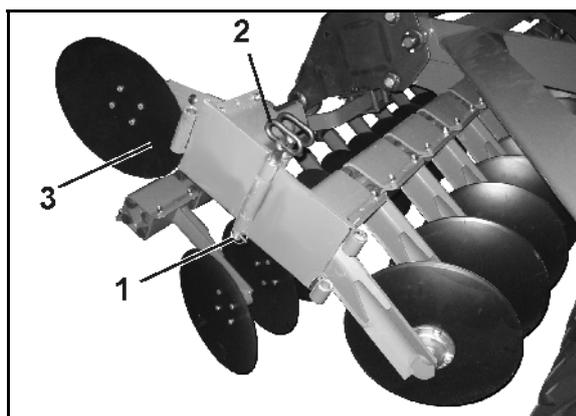

Fig. 50
- 2.1 Desserrer la goupille d'arrêt (Fig. 50/1).
- 2.2 Retirer le goujon de blocage (Fig. 50/2).
- 2.3 Rentrer le disque de bordure (Fig. 50/3) et le bloquer dans cette position avec le boulon